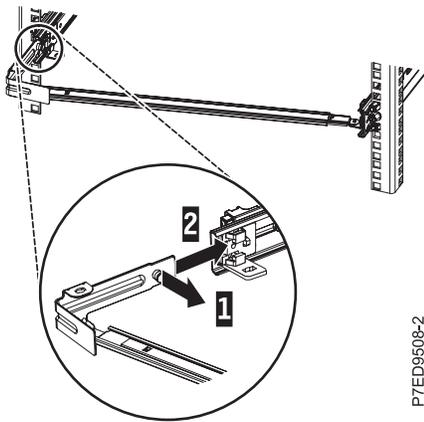

Figura 14. Tendido de la patilla e instalación de la abrazadera en el riel deslizante
- Para conectar el otro lado del brazo de soporte a la parte posterior del riel deslizante, tire hacia fuera de la patilla (1) y, a continuación, deslice la abrazadera (2) en el riel deslizante izquierdo, como se muestra en la Figura 14.